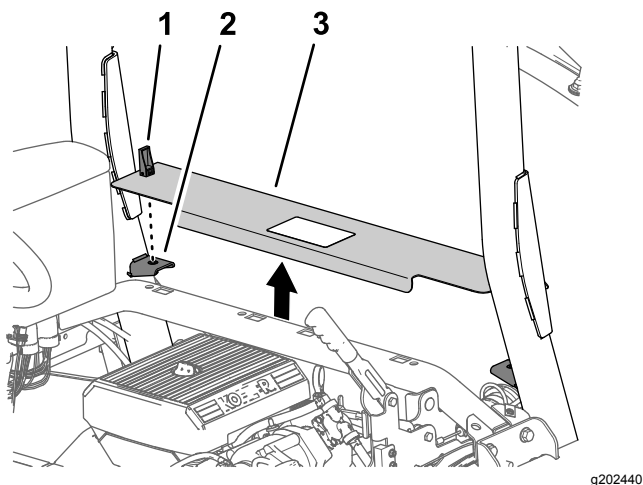

Figura 7
1. Rode para cima as pegas dos trincos do painel de acesso ao motor (**Figura 7**).
2. Eleve o painel de acesso ao motor e remova-o da máquina (**Figura 7**).